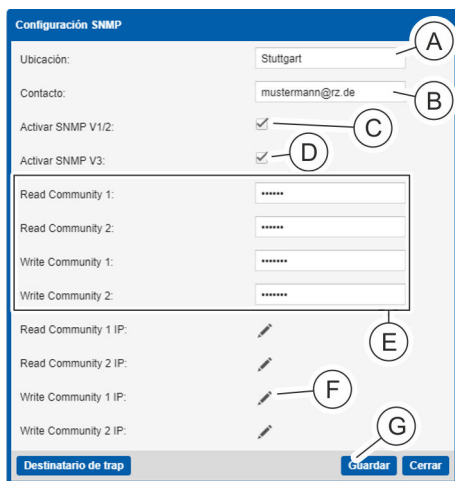

Fig. 139: Ventana "Configuración SNMP"
2. En la ventana "Configuración SNMP", introduzca la ubicación (Fig. 139/ⓐ) y los datos de contacto (Fig. 139/ⓑ).
3. En caso necesario, haga clic en la casilla de verificación "Activar SNMP V1/2" (Fig. 139/ⓒ).
4. En caso necesario, haga clic en la casilla de verificación "Activar SNMP V3" (Fig. 139/ⓓ).
5. En caso necesario, introduzca una comunidad de lectura o escritura SNMP (Fig. 139/ⓔ).
6. En caso necesario, haga clic en un símbolo de lápiz (Fig. 139/ⓕ) para configurar el control de acceso a SNMP.
10. ➔ Confirme la introducción con el botón "Guardar" (Fig. 139/ⓔ).